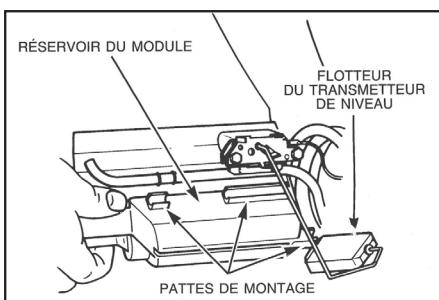
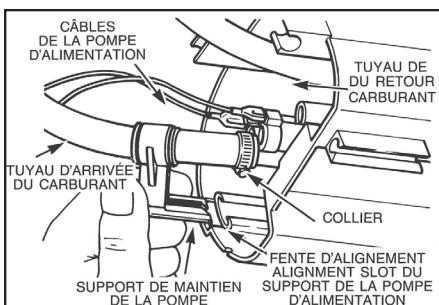

fig. 2
fig. 3
- A) Saisissez fermement le serpentin de vidange par sa partie la plus basse et détachez-en le réservoir du module en veillant à ne pas endommager le transmetteur de niveau (*Voir fig. 2*). Eloignez légèrement le réservoir du serpentin et détachez le support de maintien de la pompe (*Voir fig. 3*) du réservoir du module. Poussez le réservoir du module de côté tout en faisant sortir la pompe. Pendant cette opération, veillez à ne pas endommager le câblage du transmetteur de niveau.